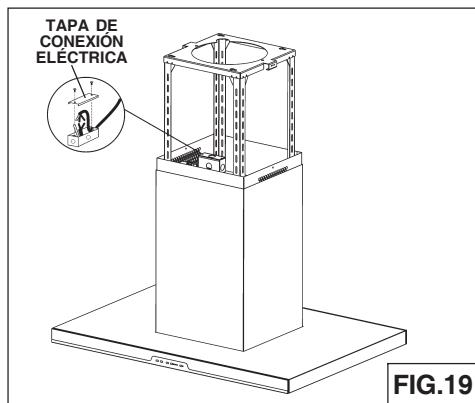

FIG.19
1. Quite la tapa de la caja de conexión eléctrica y saque un cable (Fig.19).